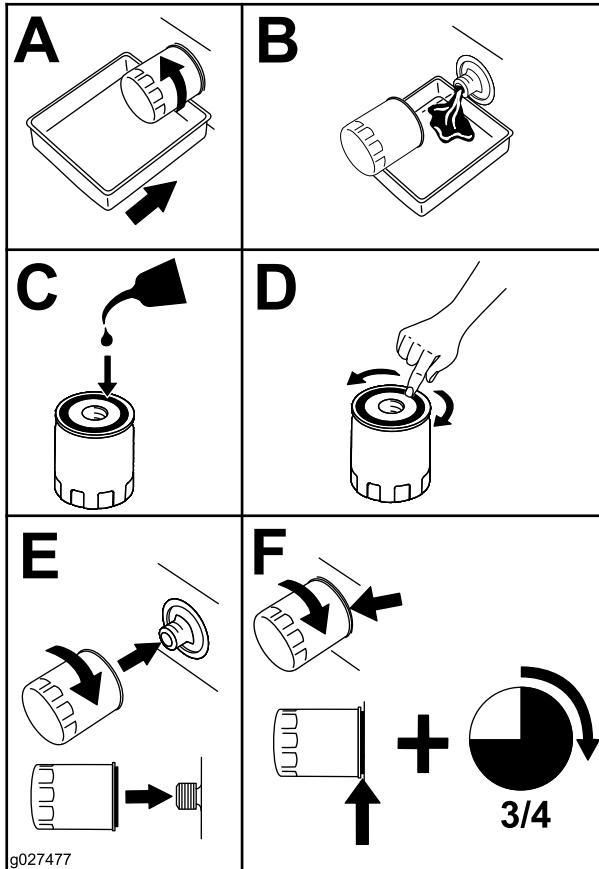

図 44
5. エンジンオイルフィルタの交換を行う **図 44**。